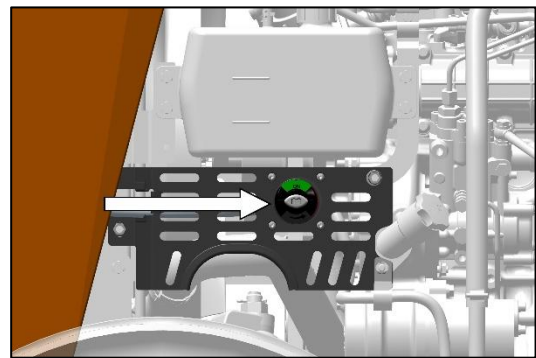

Fig. 319 - POSITIE VAN ACCU-ISOLATIESCHAKELAAR
- De accu-isolatieschakelaar bevindt zich aan de linkerzijde van de tractor (zie Fig. 319).